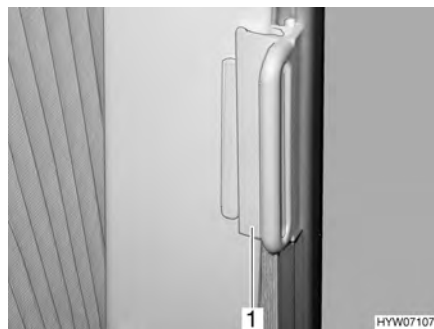

Fig. 23 Bloqueo de los estores plegables para la ventana del conductor/del acompañante
- Empujar los estores plegables para la ventana del conductor y del acompañante con el tirador (Fig. 23,1) sobre la pieza sobrepuesta. El estor plegable queda asegurado.